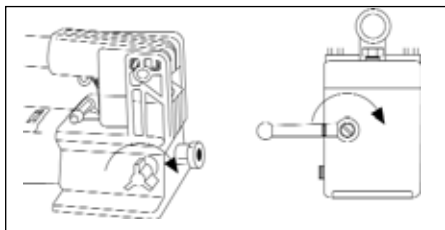

Bild 6
1. Stäng tryckbegränsningsventilen genom att vrida den medurs, enligt Bild 6.